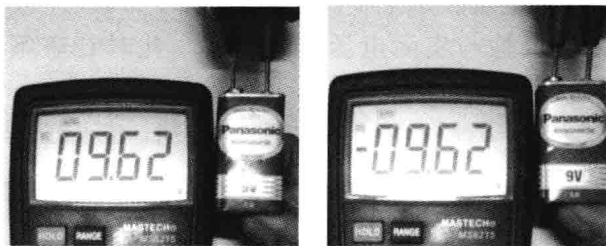

图 5-24 电压极性的显示
(4) 由液晶显示器读取被测电压的电压值。在测量直流电压时，显示器会同时显示红色表笔所连接的电压极性，如图 5-24 所示。